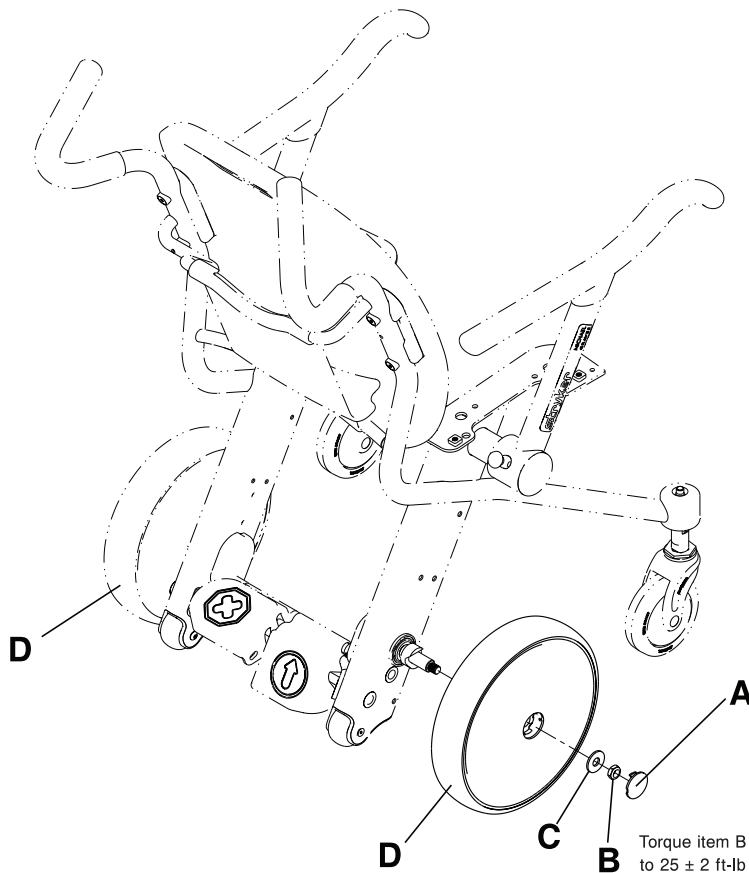

Figure 2-28 : Remplacement d'une roue arrière
2. À l'aide d'un outil à pointe, retirer et jeter le cache de l'écrou central de la roue arrière (A) (Figure 2-28 à la page 2-44).
3. À l'aide d'une douille de 3/4" et d'une clé à cliquet de 3/8", retirer et jeter l'écrou central de la roue arrière (B) (Figure 2-28 à la page 2-44).
4. Retirer et jeter la rondelle centrale (C) (Figure 2-28 à la page 2-44).
5. Saisir la roue arrière (D) à deux mains et la tirer vers l'extérieur pour la retirer. Jeter la roue arrière.
6. Inverser les étapes 2 à 5 pour installer la roue arrière fournie. À l'aide d'une clé dynamométrique de 3/8", serrer l'écrou central de la roue arrière (B) à un couple de  $25 \pm 2$  ft-lb ( $34 \pm 3$  Nm).